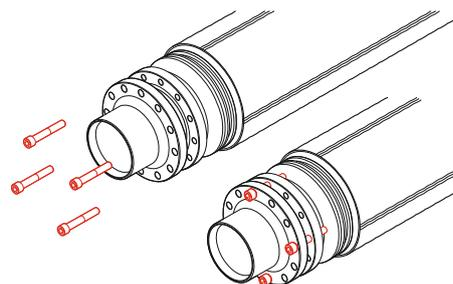

Рис. 4.6.5
5. Используя установочные болты (длинные) стянуть корпус фитинга и фланец на расстояние 10-15 мм (рис. 4.6.5).